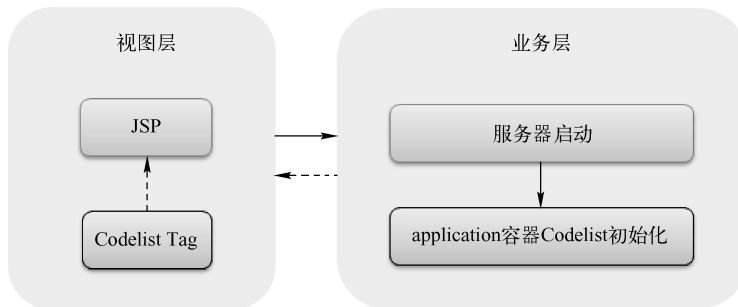

图 8-11 数据字典架构
**数据字典架构**又称“编码列表架构（CodeList）”，是把下拉列表表示的数据进行统一读取与显示的架构设计，如图 8-11 所示。如果没有统一设计，那么每个开发者的定义可